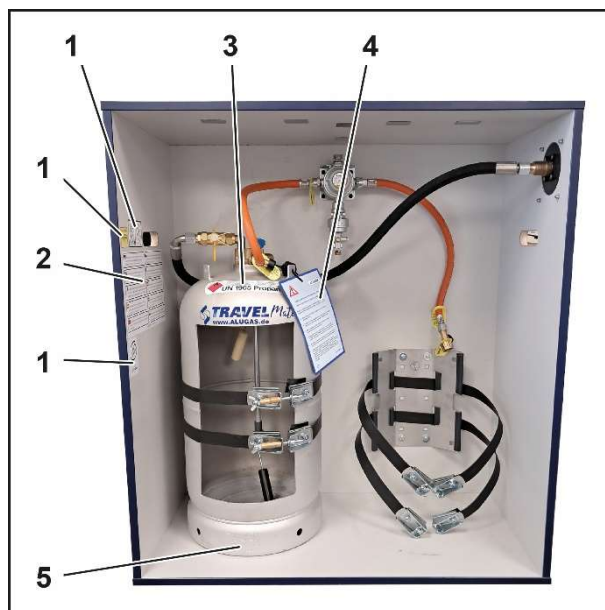

Fig. 5
1. Adesivo di avvertenza nel vano bombole (Fig. 5/1)
2. Adesivo multilingue (Fig. 5/2)
3. Etichetta di avvertenza: Attenzione! Infiammabile (Fig. 5/3) sulla spalla del contenitore di gas compresso
4. Etichetta di avvertenza per raccordo di accoppiamento (Fig. 5/4)
5. Etichettatura sull'anello di base (Fig. 5/5)